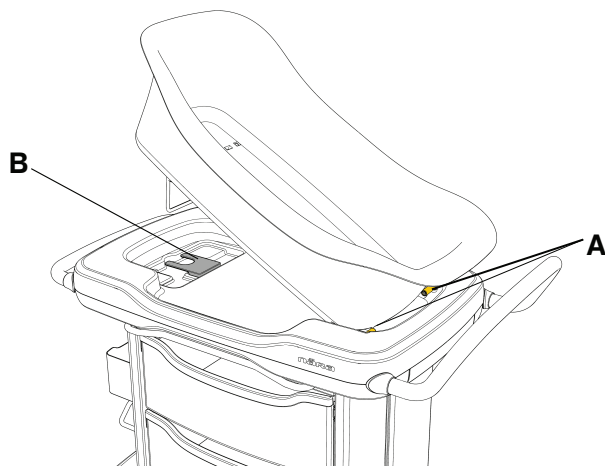

图 2 – 将婴儿卧篮连接并锁到底柜上
1. 倾斜婴儿卧篮，将婴儿卧篮底部的缺口对齐底柜上的两个固定销 (A) (图 2)。
3. 滑动金属托架下的倾斜度操纵杆直到该操纵杆固定(B) (图 2)。